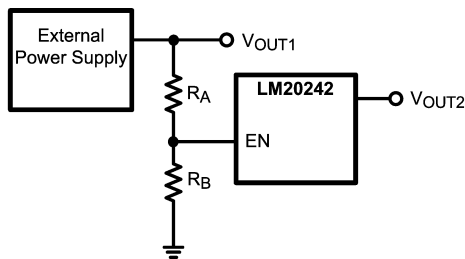

FIGURE 6. Sequencing LM20242 with Precision Enable
LM20242 は、入力電圧が 3.9V (代表値) に達しない限りスイッチングしないよう、アンダーボルテージ・ロックアウト保護回路を内蔵しています。アンダーボルテージ・ロックアウト・スレッシュホールドには 200mV のヒステリシスがあり、デバイスが起動中にパワー・オン・グリッチにตอบสนองのを防ぎます。設計ガイドラインの Figure 6 に示すとおり、必要に応じて、高精度イネーブル・ピンおよび V_{IN} に接続された抵抗分圧ネットワークを使うことにより、電源のターン・オン点を変更できます。
LM20242 の高精度イネーブル (EN) ピンおよびパワーグッド (PGOOD) ピンを使って、多くのシーケンス要件に対応できます。Figure 6 に示すとおり、2 つの外部抵抗を使用することにより、高精度イネーブル・ピンで LM20242 のターンオンを制御できます。